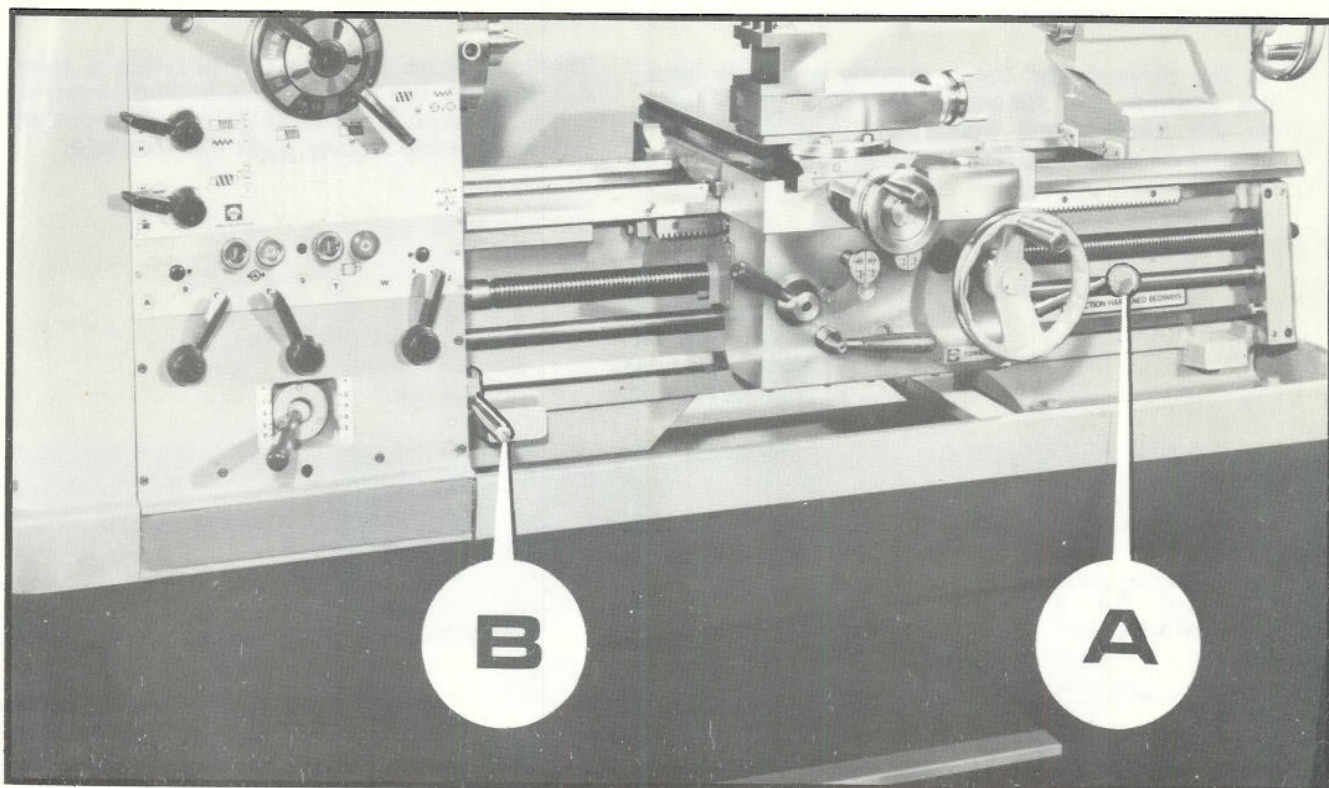

Fig. 8
Le choix du sens de rotation se fait à l'aide des leviers A et B (fig. 8). Le levier sur le tablier (A) permet de choisir la marche avant, débrayage ou marche arrière. Le levier (B) permet uniquement l'embrayage en marche arrière et le débrayage.
**SPINDELDREHRICHTUNG** - wählbar durch die Kupplungsschalthebel A und B (Abb. 8), den Schlosskastenhebel (A) für Vorwärts-, Leer- und Rücklauf, Hebel (B) NUR für Rück- und Leerlauf.
**Spindle Rotation:** Selected by the lever controls A and B (Fig. 8). The apron lever (A) for forward, free and reverse selections, the lever (B) for reverse and free selections only